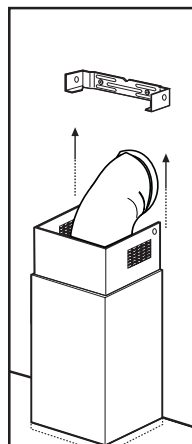

Bild 13a
- Den unteren Teil des Kamins ruetchen lassen damit die Abzuggruppe ganz bedeckt wird bis diese Abzuggruppe in den richtigen Platz auf der Dunstabzugshaube eingefuegt wird. **Bild 13a**
- Den/die Fettfilter wieder einbauen. **Bild 13a**